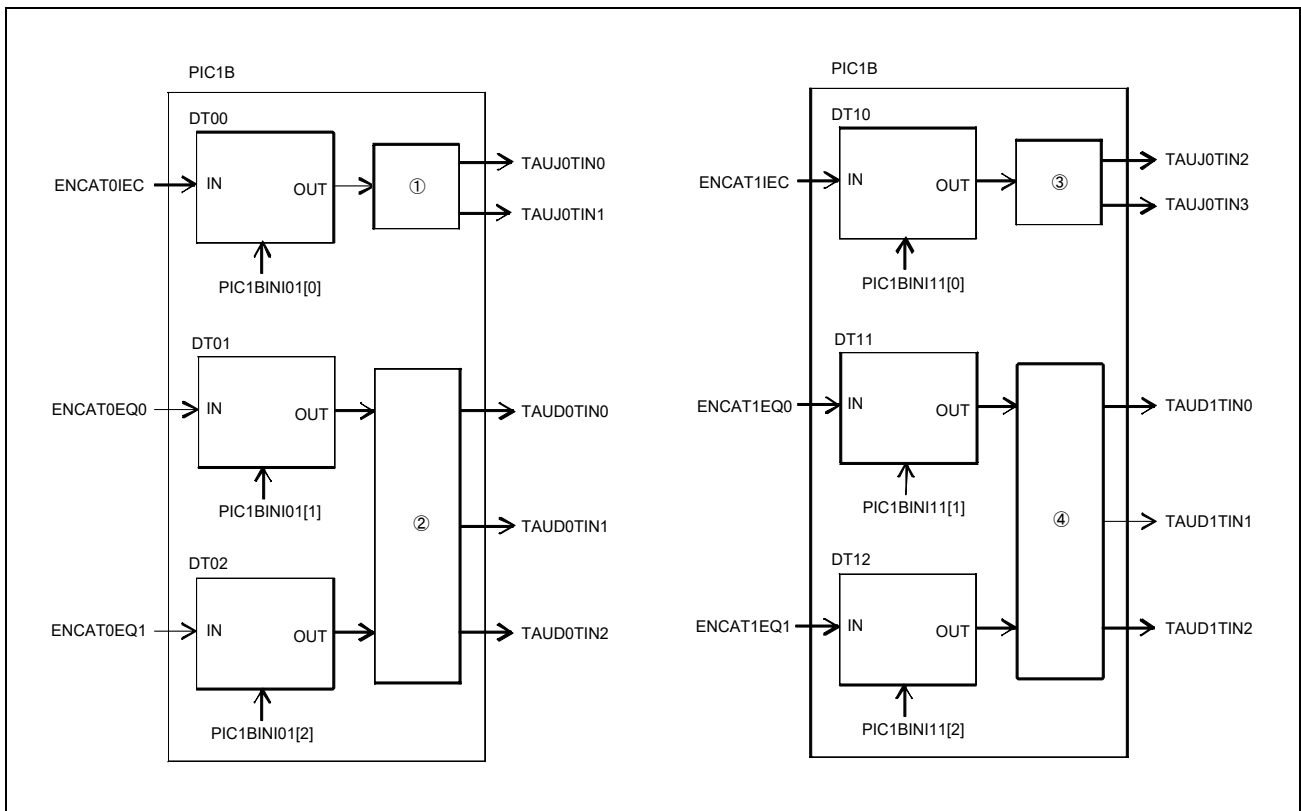

図 24.26 PIC1B ブロック図
ENCAT0EC トリガ&パルス間隔測定を行うタイマを選択する設定値 (図 24.26 ①)
ENCAT0EQ0, ENCAT0EQ1 トリガ&パルス間隔測定を行うタイマを選択する設定値 (図 24.26 ②)
ENCAT1IEC トリガ&パルス間隔測定を行うタイマを選択する設定値 (図 24.26 ③)
ENCAT1EQ0, ENCAT1EQ1 トリガ&パルス間隔測定を行うタイマを選択する設定値 (図 24.26 ④)